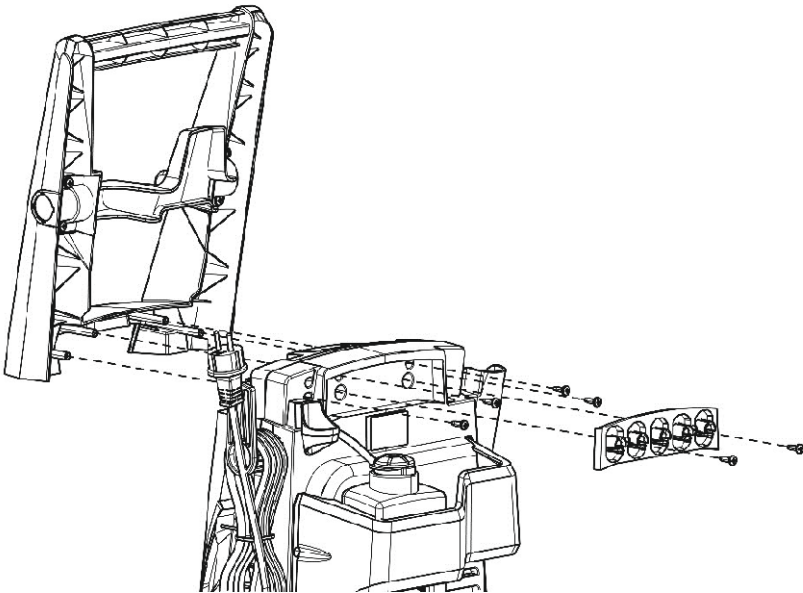

Рис. 3
1. Прикрепите ручку к ответным частям крепления на корпусе мойки. Закрепите ручку четырьмя винтами из комплекта поставки и зафиксируйте защелку ручки (рисунок 3).